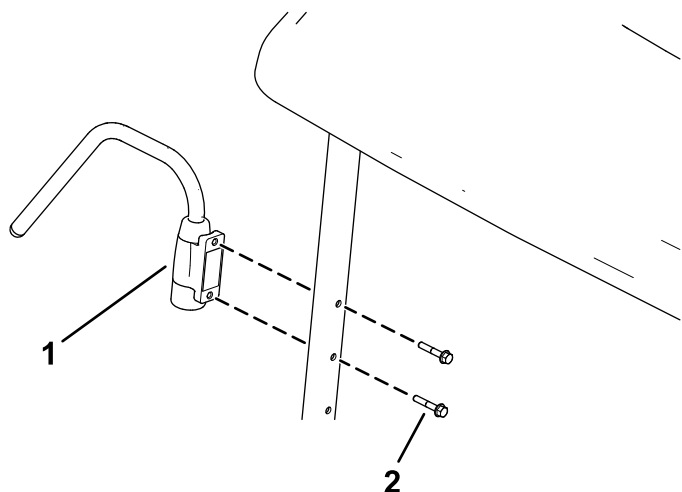

Figure 2
2. Fixez le bras de support sur le tube avant au moyen de 2 boulons à embase (M6 x 35 mm), comme montré à la Figure 2.